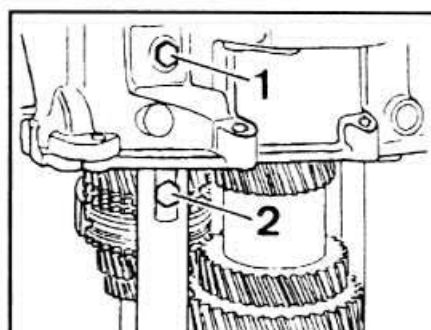

Рис. 6-17. Болты 1 и 2 крепления оси промежуточной шестерни заднего хода
- Завернуть болты крепления оси промежуточной шестерни заднего хода и затянуть их моментом 4,9 кгс.м (рис. 6-17).